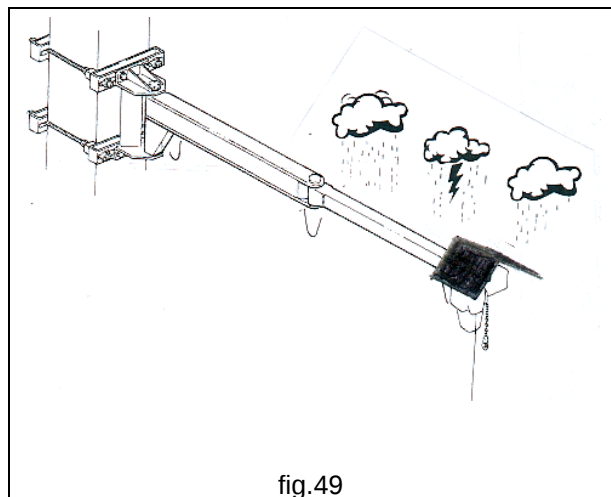

fig.49
- **uso all'aperto :** la gru a bandiera può essere esposta agli agenti atmosferici durante e dopo l'utilizzo. Le parti elettriche del paranco e del carrello devono essere dotate di protezione IP55, è inoltre raccomandabile proteggere il paranco con tettoie e ripari (fig.49)